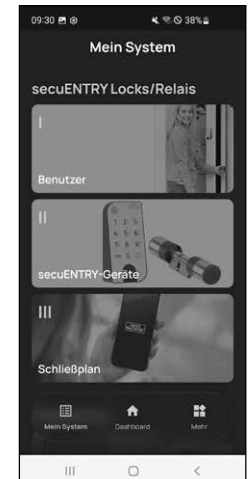

Abb. 8
- 8 Sie können das Menü (*I - Benutzer*) nun verlassen. Kehren Sie in das Menü „*Mein System*“ zurück (Abb. 8).